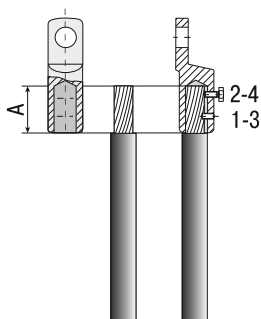

Рисунок 11
4.23.4 Затянуть болты до срыва головок в порядке 3–4 (рисунок 11).